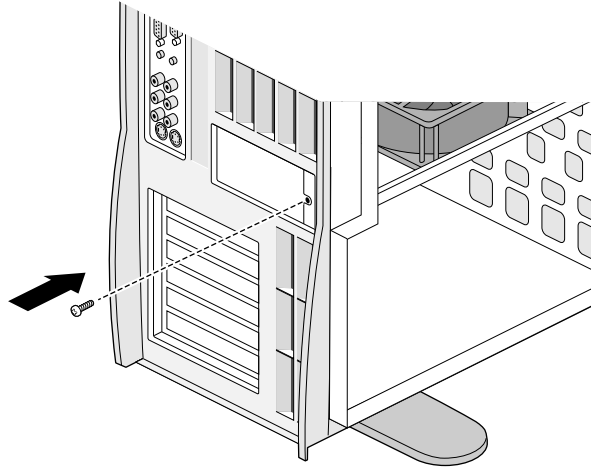

Abbildung 5-24 Einsetzen der Schraube für die Abdeckblende der Silicon Graphics SD1100-Karte
12. Halten Sie die E/A-Abdeckblende mit einer Hand an ihrem Platz, und setzen Sie mit der anderen Hand die Schraube in das Loch an der Außenseite des Systems. Siehe Abbildung 5-24.